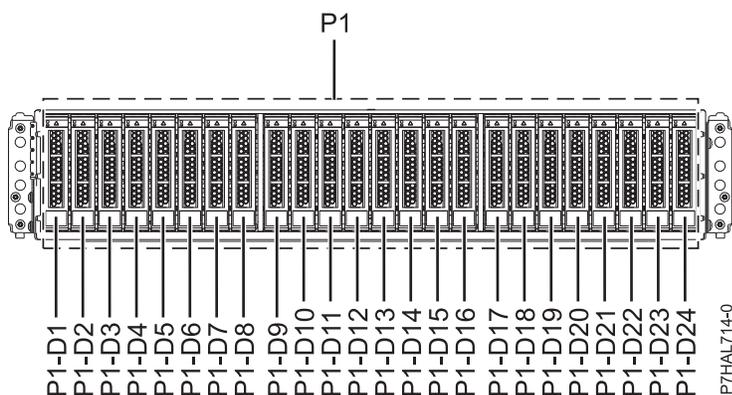
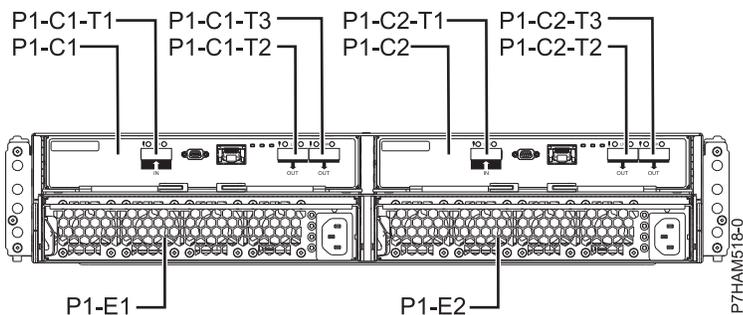

Figure 9. Vue avant du boîtier d'unité de disque 5887 illustrant les emplacements des unités de disque
Figure 10. Vue arrière du boîtier d'unité de disque 5887
1. Identifiez le composant et le boîtier sur lesquels vous souhaitez intervenir. Les emplacements des unités de disque et des unités SSD sont situés à l'avant du boîtier. La figure 9 et la figure 10, à la page 12 illustrent les vues avant et arrière du boîtier ainsi que les emplacements des unités de disque dans le boîtier.